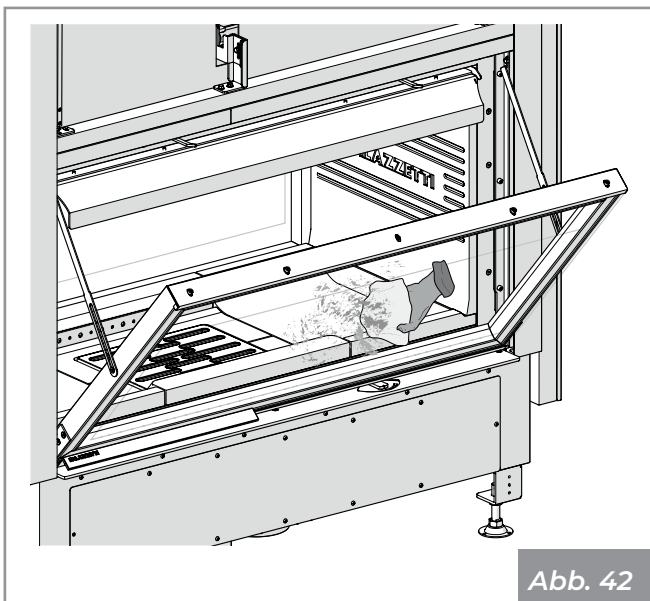

Abb. 42
- 3) Reinigen Sie das Glas mit einem feuchten Tuch oder mit angefeuchtetem Papier mit Asche (Abb. 42).